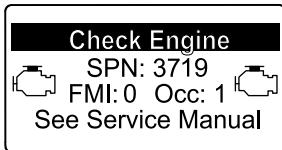

Bild 22
- Motorwarnung SPN 3719, FMI 0 (Bild 22)